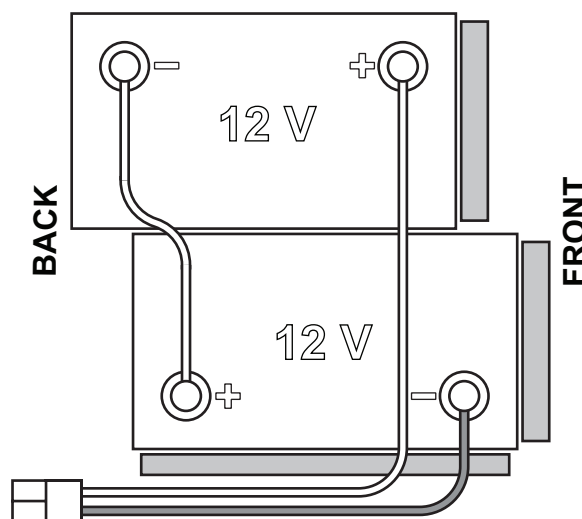

Figura 1
La macchina richiede 2 batterie da 12 V, collegate secondo lo schema indicato in Figura 1.
1. Togliere la chiave operatore (51).
2. Scollegare il connettore delle batterie (9).
3. Alzare il coperchio (34) e verificare che il serbatoio acqua di recupero (33) sia vuoto, altrimenti svuotarlo tramite il tubo di scarico (12).
4. Chiudere il coperchio (19).
5. Impugnare la maniglia (16) e con cautela sollevare il serbatoio (33).
7. Posizionare e installare i cavi delle batterie come mostrato nello schema di Figura 1, quindi stringere con attenzione il dado su ogni morsetto delle batterie.
8. Posizionare il cappuccio protettivo sopra ciascun morsetto, quindi collegare il connettore delle batterie (9).
9. Impugnare la maniglia (16) e con cautela abbassare il serbatoio (33).